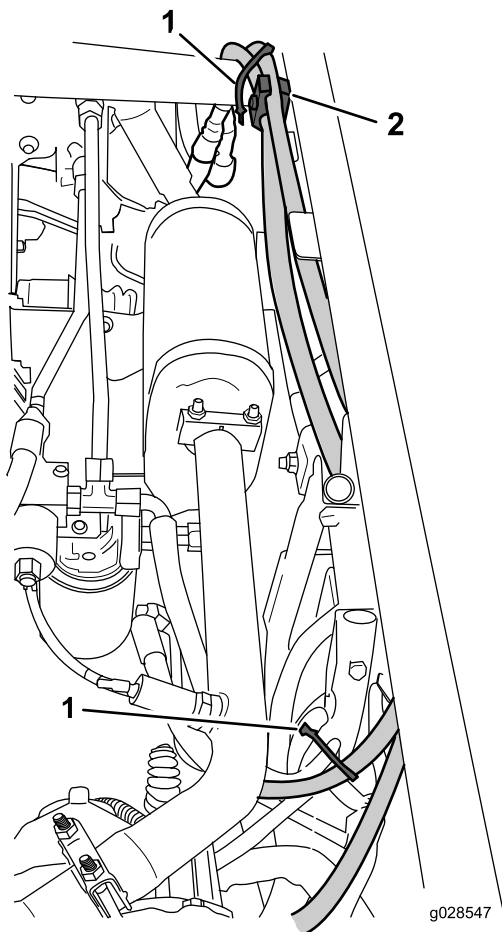

Рисунок 7
- Проложите шланги и закрепите их двумя кабельными стяжками, трубным зажимом и зажимным болтом, как показано на Рисунок 7.